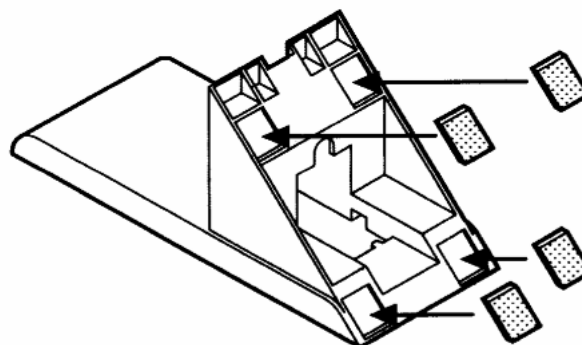

rys. 5
- 1) Rozłożyć obudowę unifonu zwalniając plastikowe zatrzaski przy użyciu ostrza wkrętaka (rys. 5).